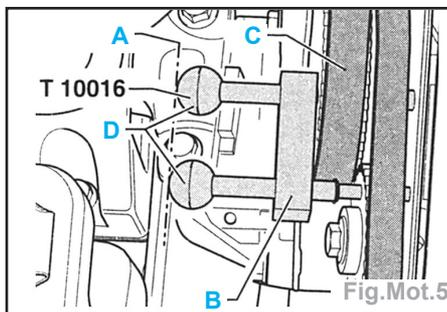

Fig.Mot.5
- introduire les deux tiges de blocage à travers les alésages de blocage des pignons d'arbres à cames jusqu'en butée dans les alésages d'ajustage aménagés dans le carter d'arbres à cames (Fig.Mot.5).